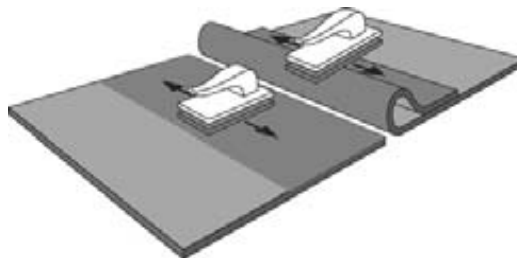

Fig. 12
- Les deux faces du joint seront traitées simultanément afin d'obtenir un temps de séchage identique (voir fig. 12).